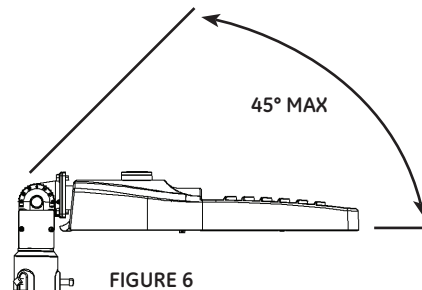

FIGURE 6
- Pour régler la visée du luminaire, desserrez le boulon du joint d'articulation, ajustez la visée entre 0° et 45° (voir la figure 6), puis serrez le boulon à un couple de 61 à 68 N.m (45 à 50 pi-lb).